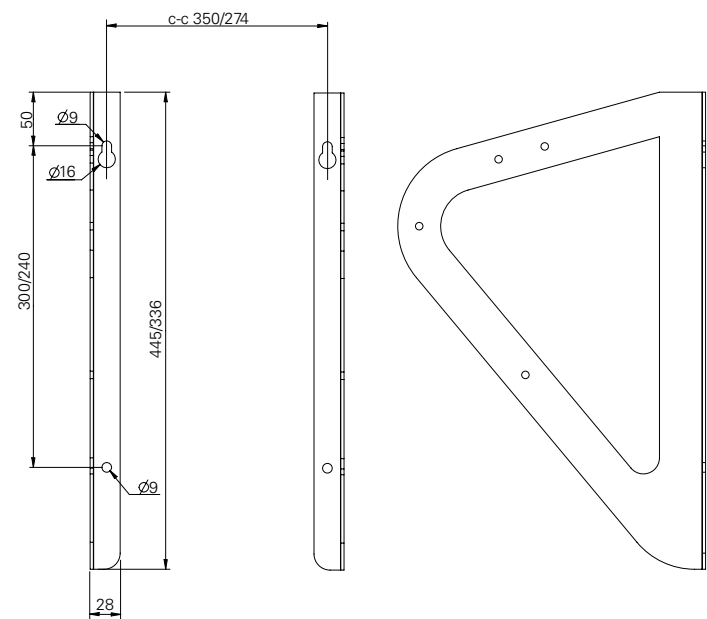

Fig. 2
1. Boor vier gaten in de wand met een hart-op-hart-afstand zoals afgebeeld in fig. 2 op pagina 2. Bevestig de schroeven in de bovenste twee gaten.